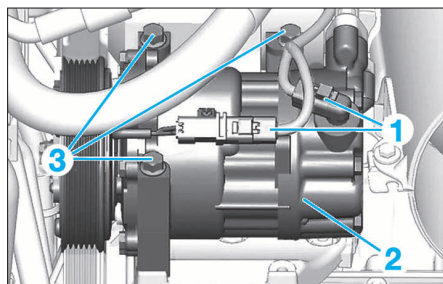

FIG. 40
- Débrancher les connecteurs (1) (Fig.40).